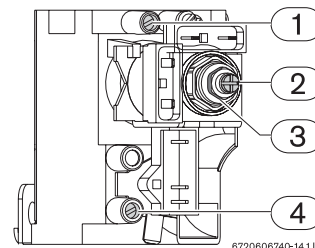

Fig. 3 Puntos de medición de presión
- ▶ Utilizando la tuerca de ajuste (Fig. 3, pos. 3) regule la presión hasta alcanzar los valores indicados en la tabla 1.